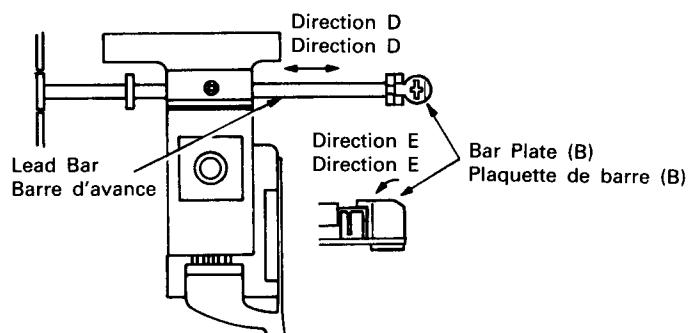

Fig. 17
If the lead bar is loose interference with the disc tracking function may result. Therefore check to make sure that the lead bar does not move in the direction indicated by D. If it is found to move, correct position of the Bar Plate (B) by bending in direction E with pliers, then reassemble. (Fig. 17)
Si la barre d'avance est lâche, cela peut affecter la lecture de piste du disque. Il faut donc vérifier que la barre ne se déplace pas dans la direction indiquée par D. Si tel est le cas, corriger la position de la plaquette de barre (B) en la courbant à l'aide de pinces dans la direction E, puis procéder au remontage (Fig. 17).